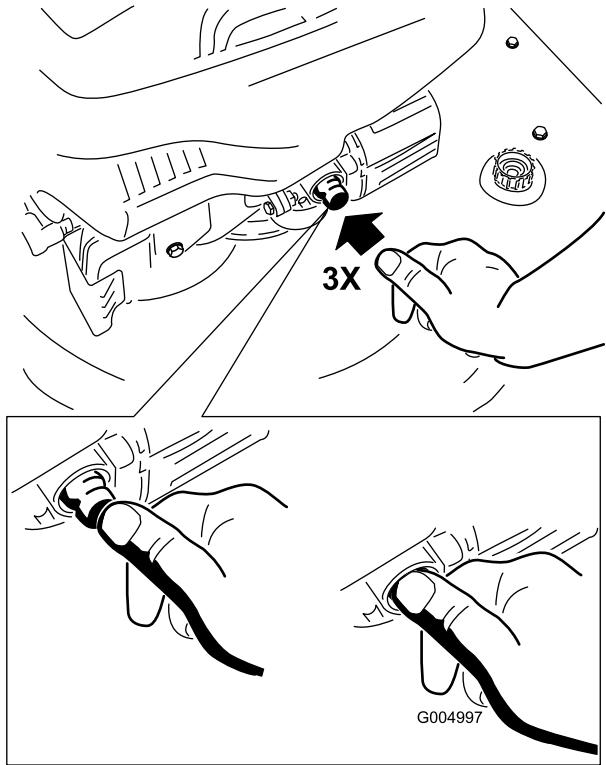

Figura 13
- Apriete el cebador 3 veces con el dedo pulgar, presionando con fuerza, y manteniendo la presión durante un segundo antes de soltarlo (Figura 13).